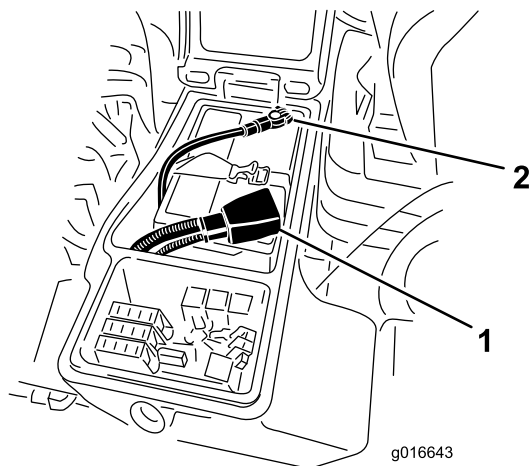

Figura 64
4. Instale o cabo positivo (vermelho) no terminal positivo (+) e o cabo negativo (negro) no terminal negativo (-) da bateria (Figura 64). Prenda os cabos nos pólos com parafusos e porcas. Certifique-se de que o terminal positivo (+) se encontra correctamente colocado no pólo e de que o cabo se encontra correctamente encaixado na bateria. O cabo não deverá estar em contacto com a cobertura da bateria. Coloque a protecção de borracha sobre o terminal positivo para evitar um curto-circuito.